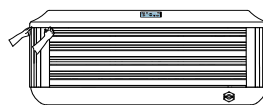
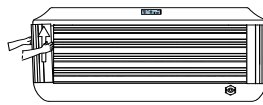

Figure 1
Figure 2
1. Saisissez l'un des panneaux d'angle, par le haut, là où il touche la coque. Ensuite, tirez doucement le panneau vers l'avant pour le détacher des clips de maintien, Figure 1. Inclinez le panneau vers l'avant, puis soulevez-le pour le retirer, Figure 2. Placez le panneau dans un endroit sûr pour éviter de l'endommager. Répétez les étapes pour retirer l'autre panneau d'angle.